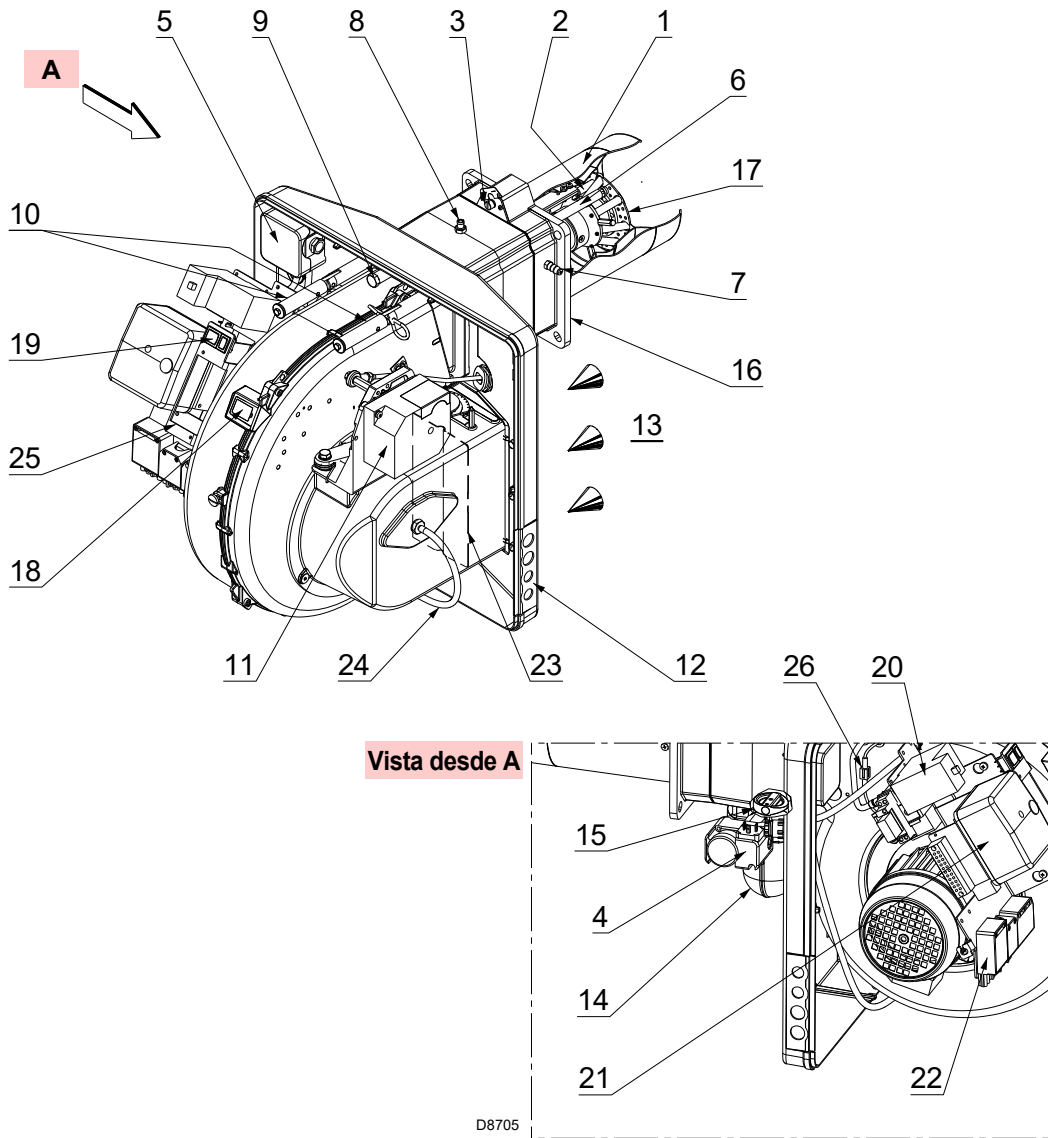

Fig. 5
(1) Condiciones de referencia: Temperatura ambiente 20°C - Temperatura gas 15°C - Presión barométrica 1013 mbar - Altitud sobre el nivel del mar 0 m.
(2) Presión de gas en la toma del manguito 8)(Fig. 5) con presión 0 en cámara de combustión con máxima potencia del quemador.
(3) Presión sonora medida en el laboratorio de combustión del fabricante, con quemador en funcionamiento en caldera de prueba, a la potencia máxima. La Potencia sonora se mide con el método "Free Field", previsto por la Norma EN 15036, y según una precisión de medición "Accuracy: Category 3", como se describe en la Norma EN ISO 3746.